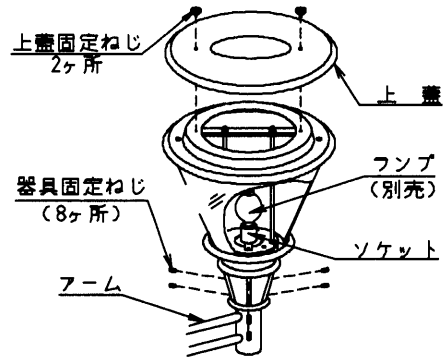

図5
- ① ポールへの固定方法と同様に器具本体をアームに差し込み器具固定ねじ(8ヶ所)で固定してください。(図5)
- ② 上蓋固定ねじを緩め、上蓋を取り外してください。(図5)
- ③ ランプ(別売)をソケットにしっかりねじ込んでください。(図5)